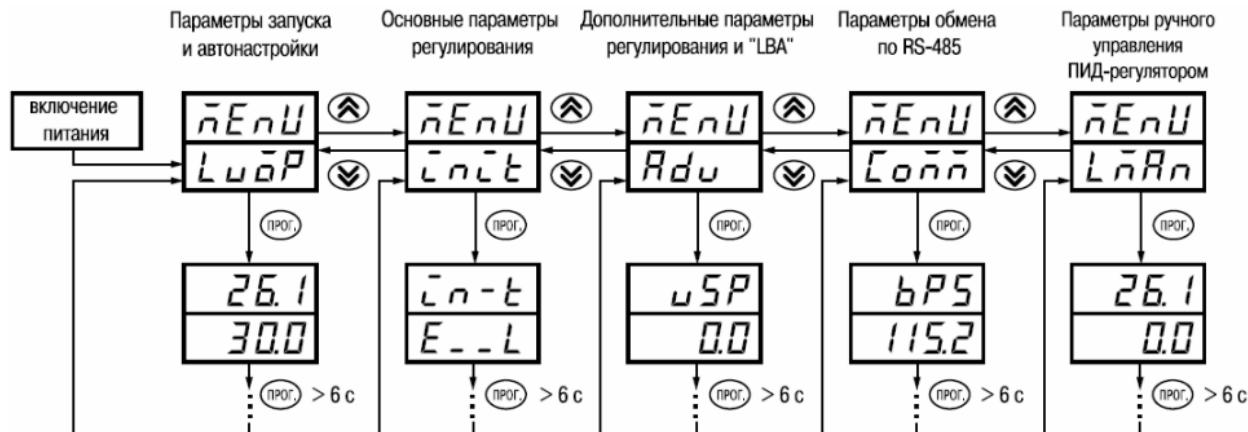

Рисунок 6.1
6.1.2 Основные параметры прибора объединены в 5 групп: *LuōP*, *Čnčt*, *Rdu*, *Coññ* и *LñRn*, составляющих меню прибора (рисунок 6.1). Полный список программируемых параметров приведен в Приложении Г.